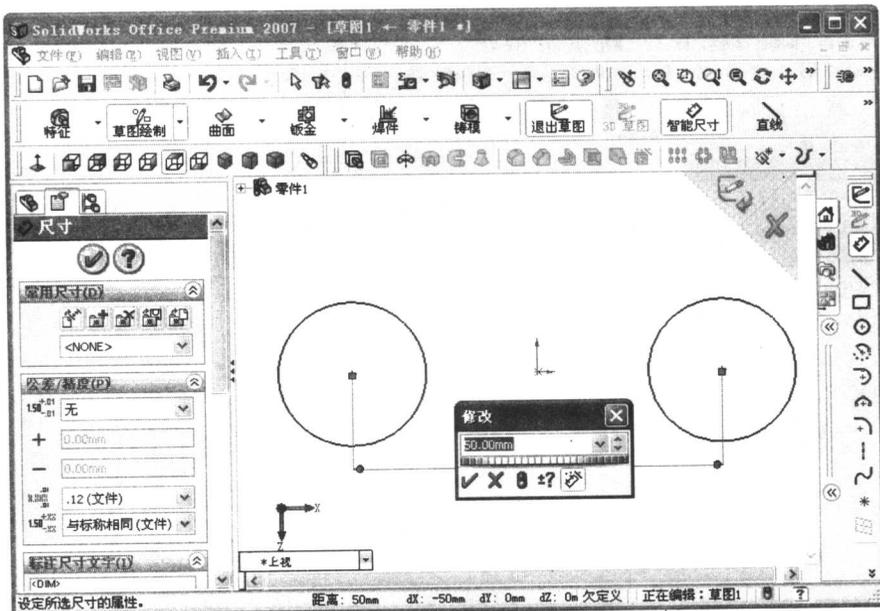

图 1.10 尺寸修改对话框
(5) 单击 CommandManager 工具栏上的“智能尺寸”按钮 , 将鼠标指针移动到左边圆中心位置单击, 然后将鼠标指针移动到右边圆中心位置单击, 弹出尺寸“修改”对话框, 输入尺寸值为 50mm, 单击确定按钮  确认尺寸, 如图 1.10 所示。